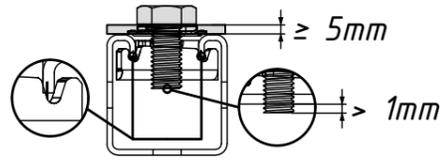

рис.2
2. Монтажные гайки MT-TL/ MT-TL OC закручивать с использованием болта, соблюдая условия, показанные на рис. 2, с моментом затяжки равным:
- MT-TL M8 (OC) - 30 Нм;
- MT-TL M10 (OC) - 30 (40) Нм;
- MT-TL M12 (OC) - 60 Нм,
- MT-TL M16 (OC) - 90 Нм;